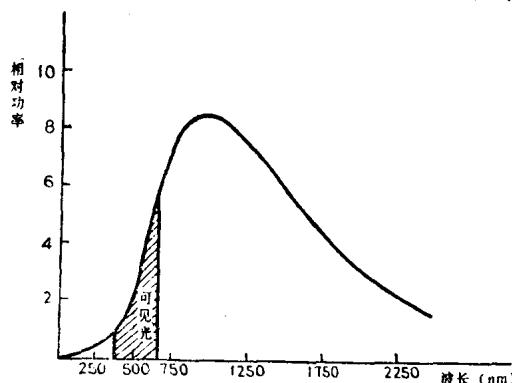

图 1-1-3 白炽灯的光谱功率分布
(1)白炽灯和日光灯的发光光谱 白炽灯是一种热辐射电光源，钨制灯丝通过电流时，因达到炽热状态产生热辐射，辐射光谱如图1-1-3所示。由辐射光谱可以看出，白炽灯辐射线中只有一小
（2）发光效率 两种电灯发光光谱不同，因而发光效率也不同。由白炽灯光谱功率分布图（图1-1-3）可以看出，白炽灯的大部分功率都变成红外线，最后转化为热量散发出去，再加上其他热量损耗，发光效率很低，最多只有10%左右。